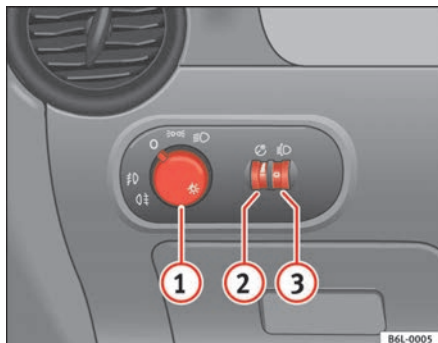

Abb. 57 Ausschnitt aus der Instrumententafel: Schalter für Licht, Nebelscheinwerfer und Nebelschlussleuchte
- Drehen Sie den Lichtschalter ⇒ Abb. 57 in Stellung 0.